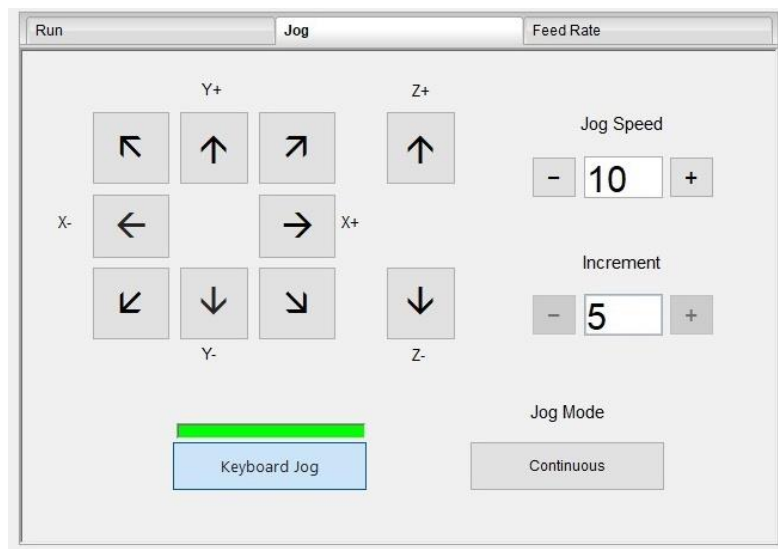

Fig 85 Onglet Jog
1. L'onglet Jog (Fig 85) permet de régler la vitesse de déplacement en pourcentage de la vitesse maximale.